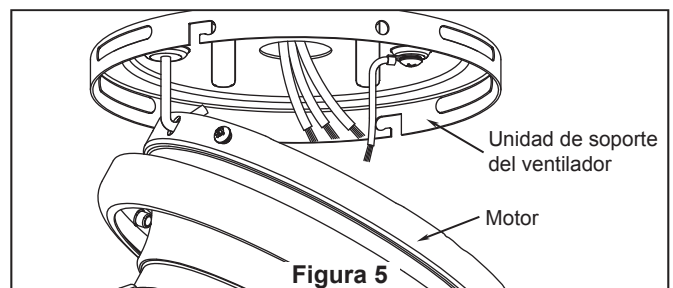

Figura 5
4. Cuelgue el motor del enganche del soporte de techo tal y como se muestra. (Figura 5). Ahora puede realizar el cableado eléctrico de su ventilador.